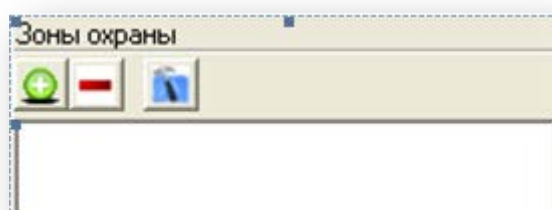

Рисунок 4.1
Панель «Зоны охраны» (Рисунок 4.1) состоит из кнопок управления и дерева зон охраны.
- Кнопка  «Удалить» (Рисунок 4.1) предназначена для удаления зоны (области) охраны. Для удаления зоны (области) охраны необходимо выделить ее название в дереве зон охраны и нажать кнопку «Удалить».
- Кнопка  «Свойства» (Рисунок 4.1) предназначена для просмотра и редактирования свойств зоны (области) охраны. Кроме того, окно свойств открывается из контекстного меню названия зоны (области) охраны.